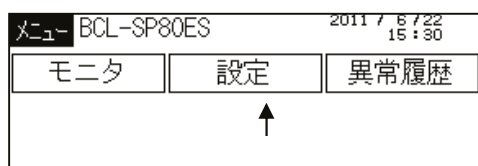
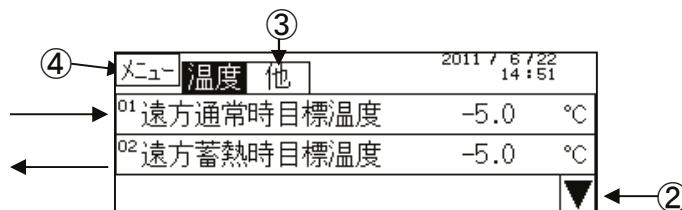

図 5-1 メニュー画面
図 5-2 温度設定操作画面
(1) 温度設定画面表示方法
- ① メニュー画面（図 5-1）の「設定」を押すと目標温度、サーモ発停に関する設定を行う温度設定画面（図 5-2）に切替わります。
- ② 次画面への画面切替えは、画面右の上下キー（ Δ / ∇ ）を押して行います。
- ③ 「他」を押すと、その他の項目の設定画面へ移動します。
- ④ 画面左上の「メニュー」を押すと、メニュー画面へ戻ります。